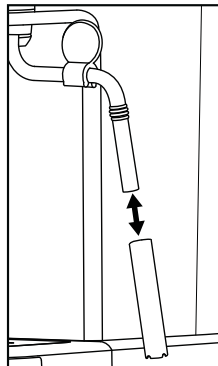

Figure 1
- 5) Retirez la gaine du mousser à lait **10** (figure 1) et la nettoyer soigneusement à l'eau chaude.
- 7) Glissez à nouveau la gaine sur la buse (figure 1).